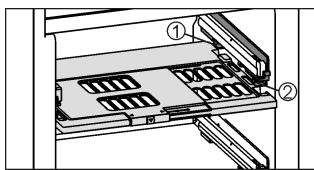

Fig. 5
- Introduzir placa reguladora de umidade: Introduzir filetes de topo da placa por baixo na retenção posterior *Fig. 5 (1)* e encaixar na frente na fixação *Fig. 5 (2)* prevista.